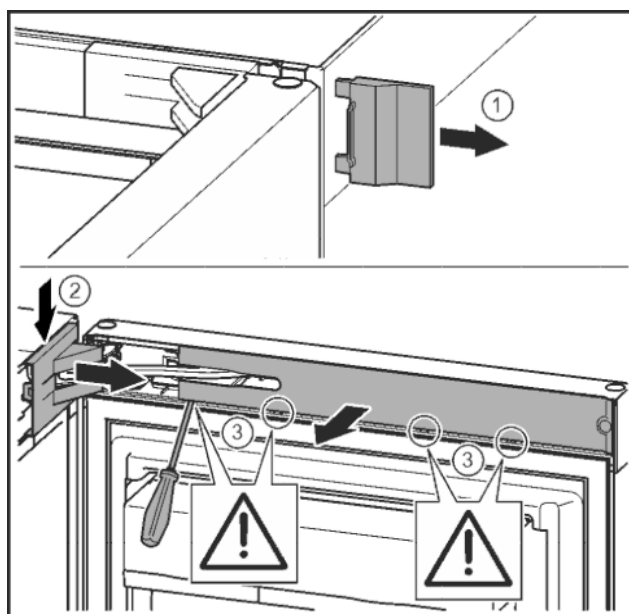

Fig. 6
- Sejměte vnější kryt. *Fig. 6 (1)*
- Odjistěte a uvolněte kryt stojanu ložiska. Sejměte kryt stojanu ložiska. *Fig. 6 (2)*
- Plochým šroubovákem odjistěte lištu a otočte ke straně. *Fig. 6 (3)*